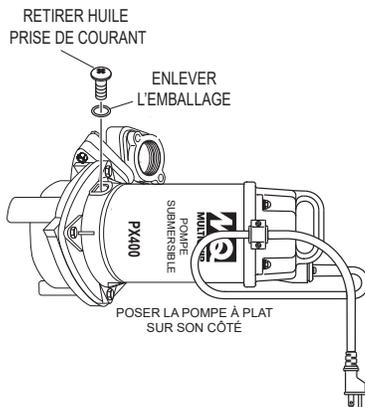

Figure 17. Vérification du niveau d'huile de lubrification
1. Couchez la pompe à plat sur le côté (PX400 uniquement) comme indiqué à la figure 17.